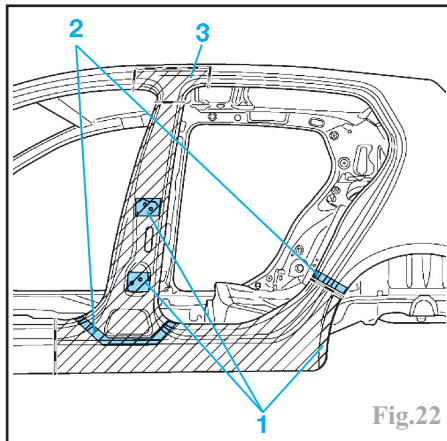

Fig.22
Zone remplie de mousse (1) (Fig.22)